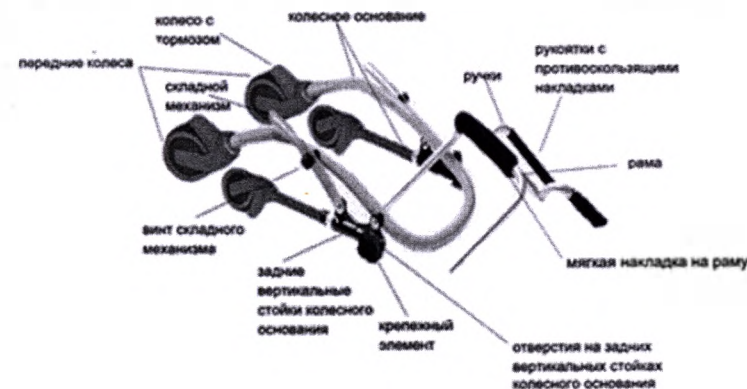

рис. 2
1. Установите колесное основание вертикально. Для этого потяните задние вертикальные стойки колесного основания в противоположную сторону от передних колес до упора и надежно зафиксируйте положение винтами складного механизма надежно (рис.2)